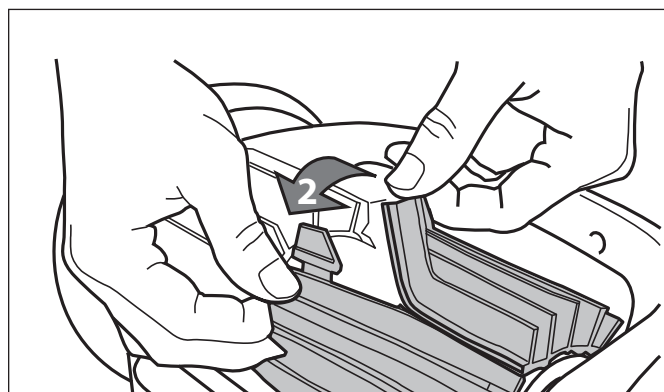

Figure 27. Défaire les onglets des brosses
2. Séparer les bords de la brosse et retirer les onglets (Figure 27). Retirer les brosses usées.